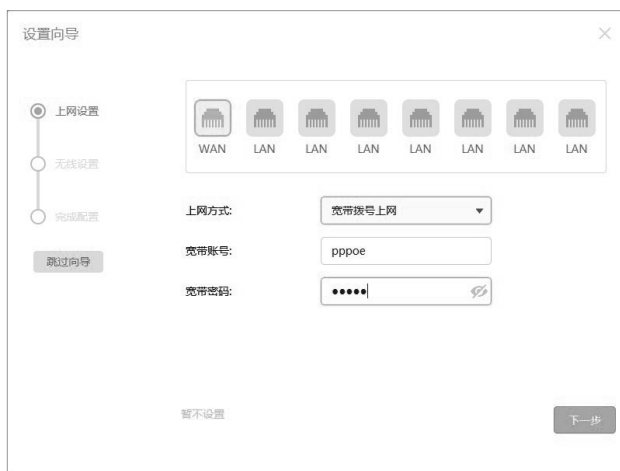

图4-6 上网方式-PPPoE
1) 如果上网方式为PPPoE, 即ADSL虚拟拨号方式, 则需要填写网络服务商提供的上网账号和密码, 如图4-6所示, 填写完毕后单击下一步, 将会进入接口信息页面。